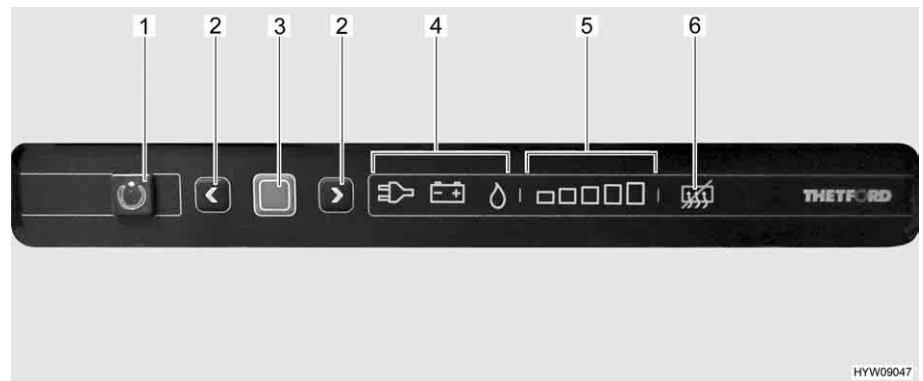

Fig. 140 Elementi di comando (frigorifero Thetford)
La modalità di funzionamento attuale è indicata da un simbolo luminoso (Fig. 140,4) sulla centralina di controllo.
Dopo l'accensione il frigorifero seleziona automaticamente la regolazione del termostato selezionata per ultimo. Questa impostazione può essere modificata manualmente con i tasti freccia (Fig. 140,2). Le barre luminose dell'indicatore del livello di refrigerazione (Fig. 140,5) visualizzano la temperatura selezionata sul termostato. Con i tasti freccia viene regolata la temperatura di refrigerazione per tutti i tre tipi di energia. Ci vogliono alcune ore prima che il frigorifero raggiunga la temperatura normale di esercizio. Cambiando la modalità di funzionamento la regolazione del termostato non viene modificata. La temperatura di refrigerazione è indipendente dal tipo di energia utilizzata.
- Premere il tasto On/Off (Fig. 140,1) per 1 secondo. Il tasto (Fig. 140,1) si illumina di verde. Dopo circa 10 secondi, l'indicatore viene attenuato per risparmiare energia.
- Premere il tasto di conferma (Fig. 140,3). L'impostazione attuale della modalità di funzionamento viene visualizzata.
- Se non è impostata la modalità di funzionamento a gas: Per modificare l'impostazione, premere il tasto di conferma (Fig. 140,3) per circa 2 secondi.
- Selezionare la modalità di funzionamento a gas con i tasti freccia (Fig. 140,2). L'alimentazione del gas è ora aperta. L'accensione avviene automaticamente. È udibile un ticchettio fino a quando procedura di accensione non è stata portata a termine.
- Premere il tasto di conferma (Fig. 140,3) per circa 2 secondi.
- Premere nuovamente il tasto di conferma (Fig. 140,3). Il livello di refrigerazione attuale viene indicato dalle barre luminose (Fig. 140,5).
- Per modificare l'impostazione, premere i tasti freccia (Fig. 140,2) fino a visualizzare l'impostazione desiderata.
- Premere il tasto On/Off (Fig. 140,1) per circa 2 secondi. Tutte le spie si spengono. Il frigorifero è spento.
- Se non è impostata la modalità di funzionamento 230 V: Per modificare l'impostazione, premere il tasto di conferma (Fig. 140,3) per circa 2 secondi.
- Selezionare la modalità di funzionamento 230 V con i tasti freccia (Fig. 140,2).
- Se non è impostata la modalità di funzionamento 12 V: Per modificare l'impostazione, premere il tasto di conferma (Fig. 140,3) per circa 2 secondi.
- Selezionare la modalità di funzionamento 12 V con i tasti freccia (Fig. 140,2).
**Spegnimento:** ■ Premere contemporaneamente entrambi i tasti freccia (Fig. 140,2) e tenerli premuti per 2 secondi. Il simbolo di disattivazione della funzione anti-condensa (Fig. 140,6) si illumina.
**Accensione:** ■ Premere di nuovo contemporaneamente entrambi i tasti freccia (Fig. 140,2) e tenerli premuti per 2 secondi. Il simbolo di disattivazione della funzione anti-condensa (Fig. 140,6) si spegne.